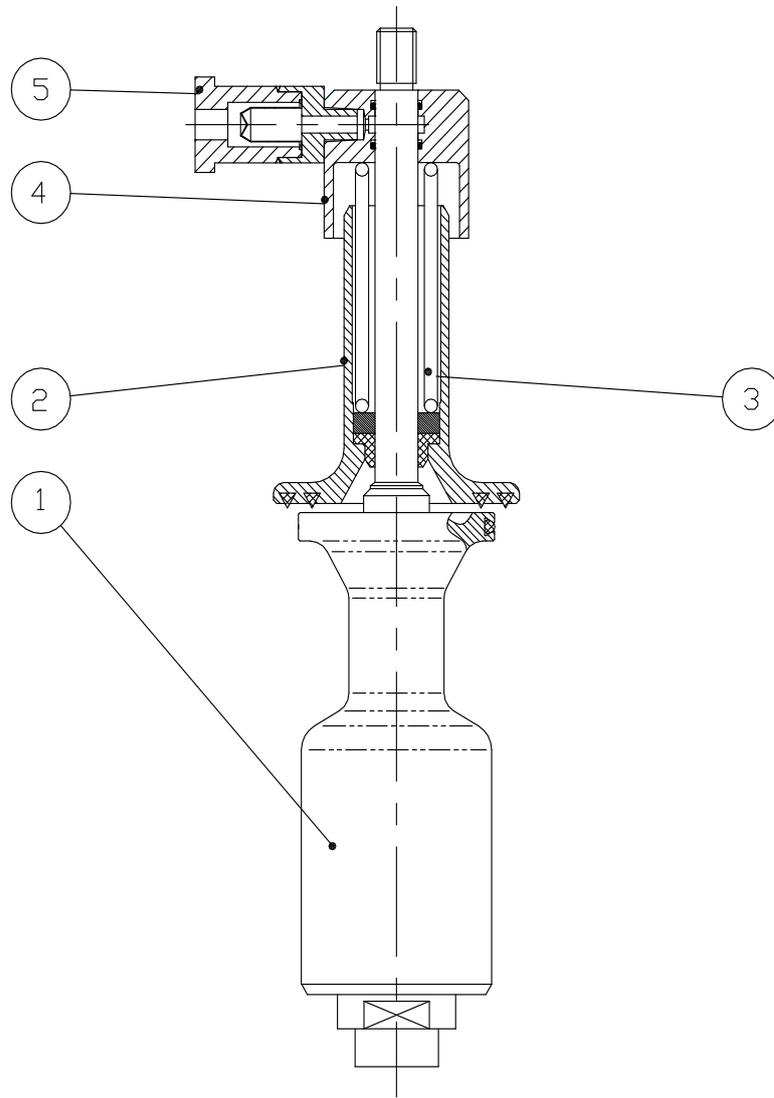

Fig. MBCSP5
10.0 COMPONENTES DEL RESORTE (fig. MBCSP5)